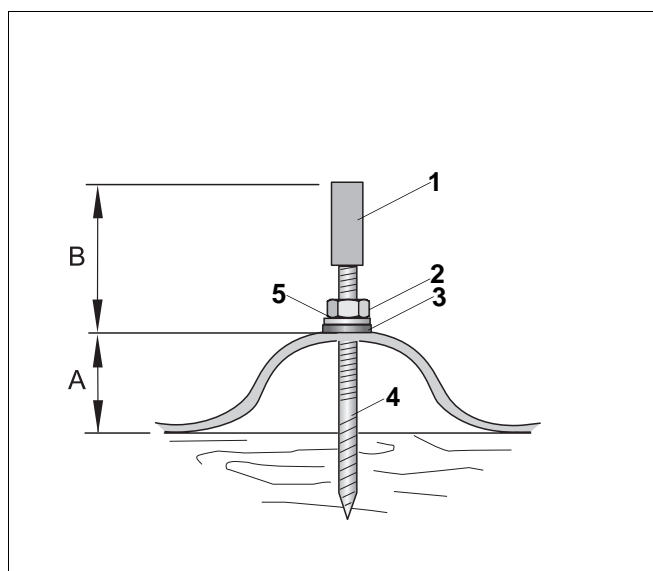

Abb. 6 Montierte Stockschraube auf Wellplattendach
- Drehen Sie die Stockschraben so weit ein, bis das Maß B (siehe Tab. 2 und Abb. 6) erreicht ist.
- Beachten Sie beim Eindrehen der Stockschraben, dass der Abstand B (Tab. 2 und Abb. 6) bei allen Stockschraben gleich ist.
- Drehen Sie die Mutter (Abb. 6, **Pos. 2**) fest, bis die Dichtscheibe (Abb. 6, **Pos. 3**) vollständig auf dem Dach aufliegt. Die Bohrung wird hiermit abgedichtet.